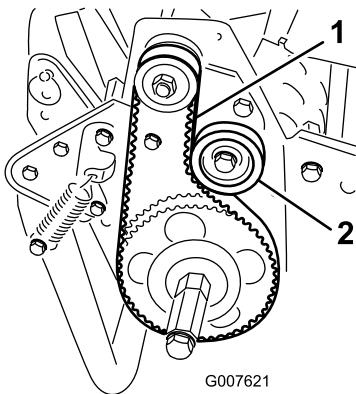

Figura 44
2. Controllate la tensione premendo la cinghia al centro tra le pulegge (Figura 44) con una forza di 18–22 N.
- A. Allentate il dado di fissaggio della puleggia tendicinghia e ruotate la puleggia in senso orario verso il retro della cinghia, fino a ottenere la tensione desiderata (Figura 44).